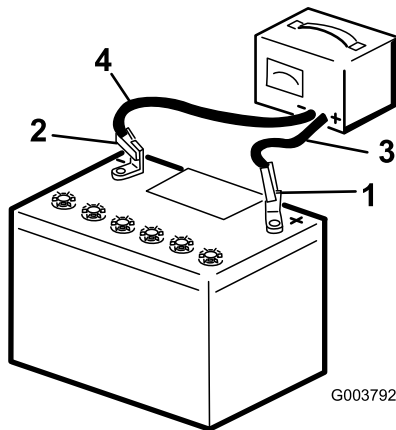

Figura 129
5. Conecte o cabo positivo do carregador ao terminal positivo da bateria (Figura 129).
6. Conecte o cabo negativo do carregador ao terminal negativo da bateria (Figura 129).
8. Quando a bateria estiver totalmente carregada, desligue o carregador da rede elétrica e desconecte os cabos do carregador dos terminais da bateria (Figura 129).